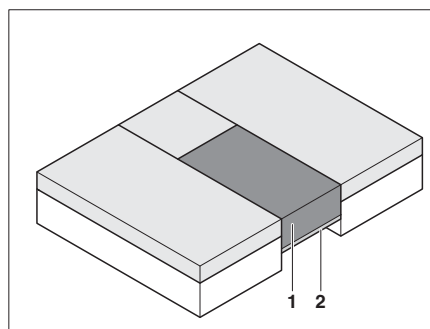

Fig. 79 Después de la transformación
- Poner el cojín adicional (Fig. 79,1) sobre el somier extraído (Fig. 79,2).